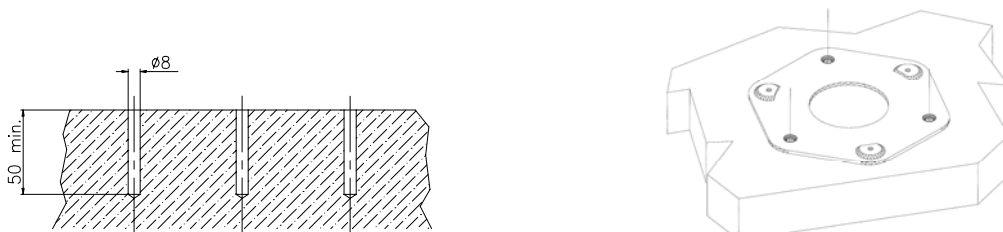

Fig.1
- Forare il pavimento con una punta diametro 8 mm, utilizzando come dima di foratura la piastra FMC-CBL (fig.1);